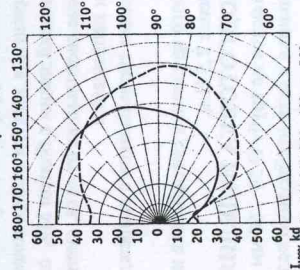

Рис.3
- 5.3. Подключение проводов сети производится к клеммной колодке согласно схеме включения (рис.3), а заземляющего провода - к защитному зажиму.